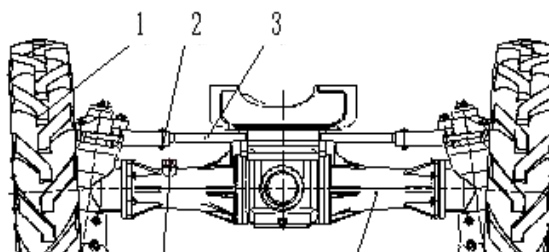

图 8-2 前束的调整
1. 前束的调整 (见图 8-2)
整个前驱动桥的加油口在半轴壳顶面上,只要旋松(图 8-2)中的螺塞(6),并把它取下,就可以注入 N100 液压齿轮二用油或柴油机机油(GB11122)夏季为 40 号,冬季为 20 号、30 号,加至油尺的刻线之间即可,但应缓慢加注。要放去机油,有三个螺塞:一个在前中央传动壳体下,另外二个分别在前左右末端传动壳体内侧的下后方。